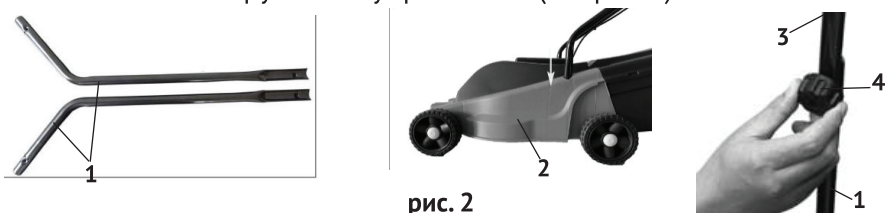

рис. 2
#### 2.2.1 Установка рукоятки управления (см. рис.2)
- закрепите штанги винтами (рис.2 поз.1) из комплекта поставки;
- совместите крепёжные отверстия рукоятки управления (рис.2 поз.1 и поз.3) и штанг;
- соедините их болтами и гайками-барашками (рис.2 поз.4).